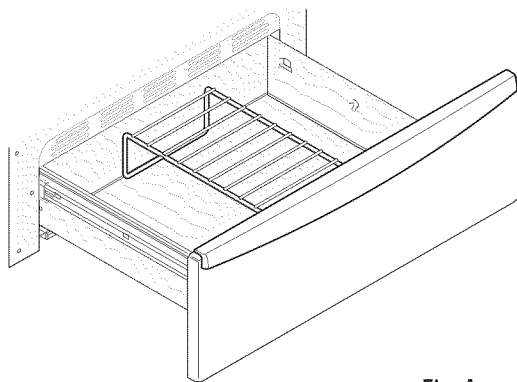

Fig. 1
- **Relevée** (fig. 1) pour permettre de disposer des aliments peu épais sur et sous la grille (par exemple, petits pains ou biscuits sur la grille et plat en dessous).